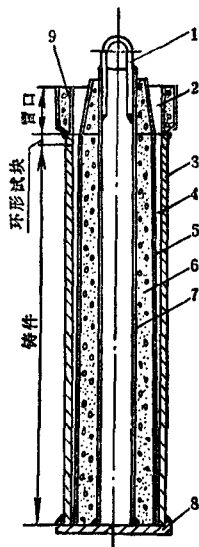

图10 内圆熔焊铸造
(3) 坯料的处理 坯料焊接以后, 经过与上节所述的去除铁锈和油渍的化学处理以后, 将坯料加热到 $150\sim 180^{\circ}\text{C}$ , 并在坯料与铜熔焊的表面上涂上一层浓缩的硼砂溶液 (200 克的水加入 150 克的硼砂), 坯料的外表面涂一层水玻璃和石墨混合的涂料, 防止加热时表面氧化。
(4) 制造保温砂套 如图10所示, 挡板不与底板焊接, 在加热以前, 将挡板 5 放入坯料内, 并在挡板 5 和 7 之间填实型砂。为了不使挡板 5 下部与底板接触的地方发生漏铜的现象, 保温砂套的砂型需捣结实。保温砂套使铸件的铜层自下而上加厚, 使铸件的冷却凝固自下而上的定向进行, 保证铸件不产生缩松和气孔。同时, 保温砂套使铸件的坯料的冷却比铜层的冷却快, 因而保证坯料与铜层能很好的粘合 (熔焊)。
(5) 坯料的加热和浇铸 浇注以前, 在坯料内放入占铜液重量 $1\sim 2\%$ 的硼砂做熔剂 (硼砂能起清洁、润湿、防止坯料氧化的作用), 然后把坯料放进炉子里加热, 当坯料加热到 $800\sim 850^{\circ}\text{C}$ 时, 就可以进行浇铸铜液。由于浇铸以后坯料还需要加热和保温, 因此, 有时也可以在坯料内放入已经事先熔化好的固体铜料, 使它加热熔化, 对熔焊性能也没有什么不良的影响。